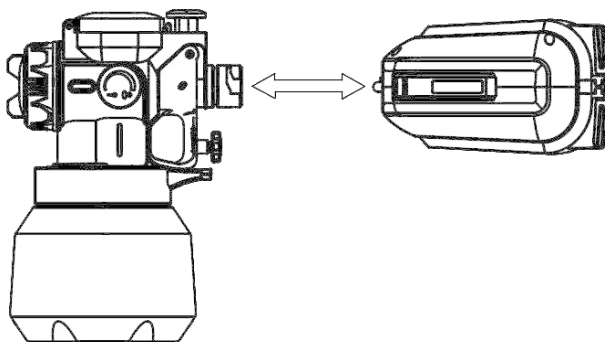

Рисунок 3
4.5 Приєднайте корпус електродвигуна (10) до блоку розпилення, вирівнявши проріз у блоці з відповідним виступом у корпусі (дивіться рисунок 3). Поверніть корпус відносно блока розпилення за годинниковою стрілкою на 90° до надійної фіксації.